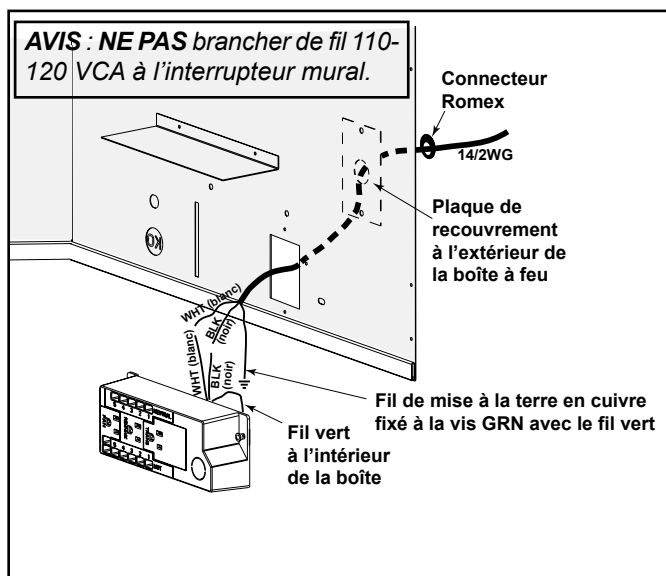

Figure 8.1 Détails de la boîte de jonction
- Enlevez la vis retenant la boîte de jonction/le réceptacle à l'enveloppe extérieure, tournez la boîte de jonction pour la dégager de l'enveloppe extérieure. Voir la figure 8.1.
- Introduisez les fils électriques depuis l'extérieur du poêle par cette ouverture, jusqu'au compartiment de vanne, et fixez avec un connecteur romex. Voir la figure 8.1.